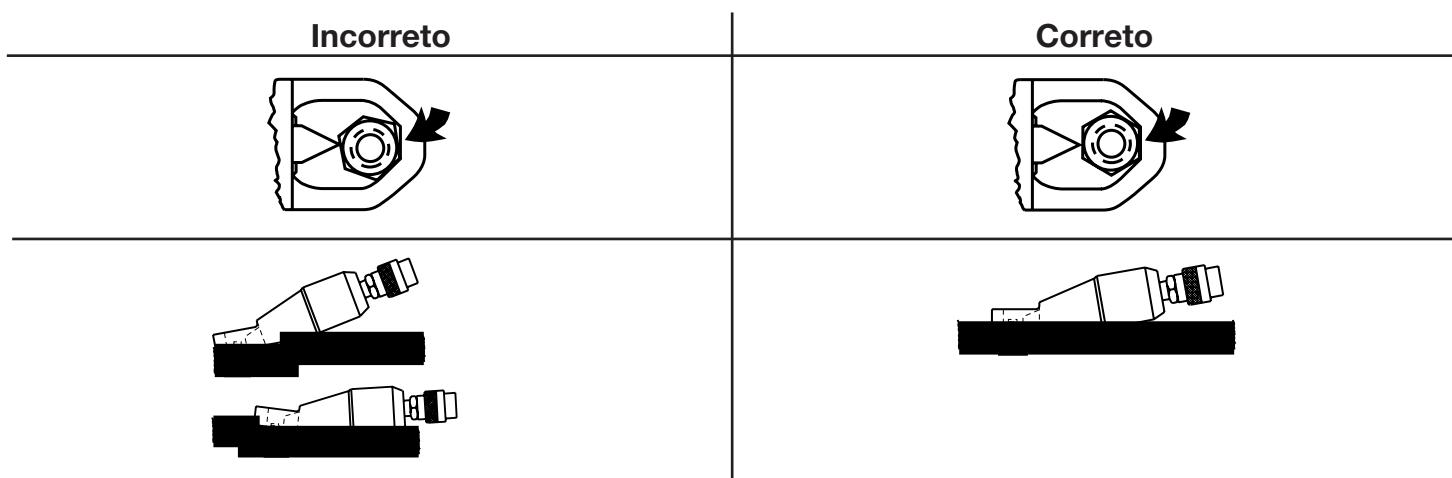

Figura 1
4. Coloque a cabeça do cortador de porcas sobre a porca. **NOTA:** A superfície plana deve repousar nivelada contra um dos lados da porca, e a cabeça deve repousar sobre uma superfície plana. Ver Figura 1 para posicionamentos correto e incorreto.